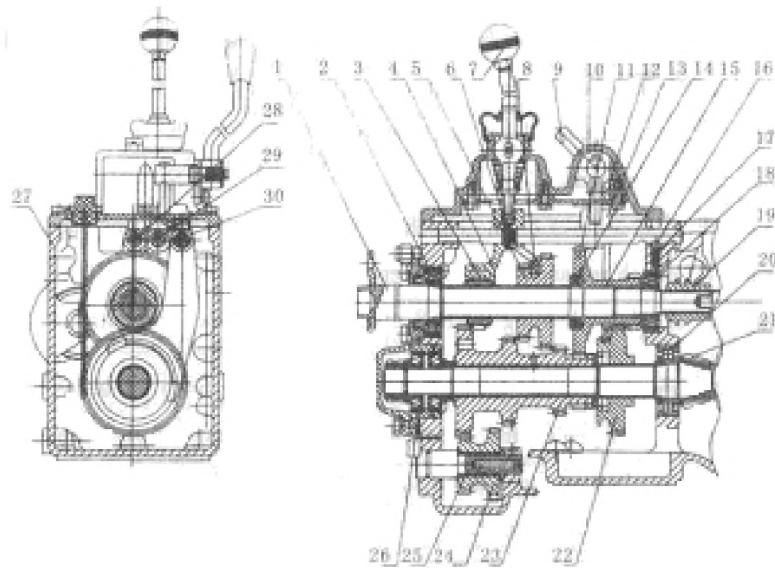

Рисунок 4-3. 6-ступенчатая коробка передач.
#### **(1). Конструкция (Смотрите рисунок 4-3).**
Необходимо регулировать коробку передач при повседневном использовании. Только при сборке или обслуживании 4 класса, некоторые детали можно отрегулировать, чтобы притянуть подшипник качения на вале II (26) (Рисунок 4-3).
Необходимо регулировать коробку передач во время периода эксплуатации. Только при сборке или обслуживании 4 класса, некоторые детали нужно отрегулировать, чтобы притянуть два угловых подшипник (30) (Рисунок 4-3), которые соединяются с двумя внешними кольцами.